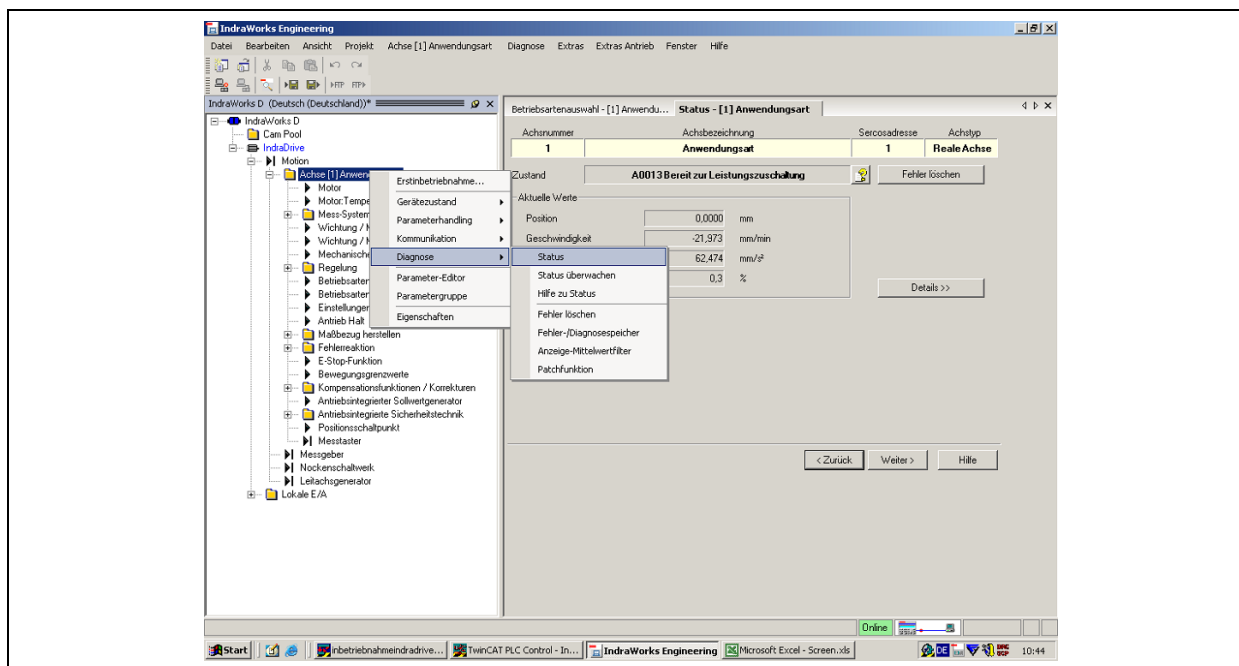

Abbildung 5 Status prüfen
2. <Anwendungsart> mit der rechten Maustaste auswählen und anschließend im Kontextmenü <Diagnose> ➔ <Status> auswählen. (siehe Abbildung 5)